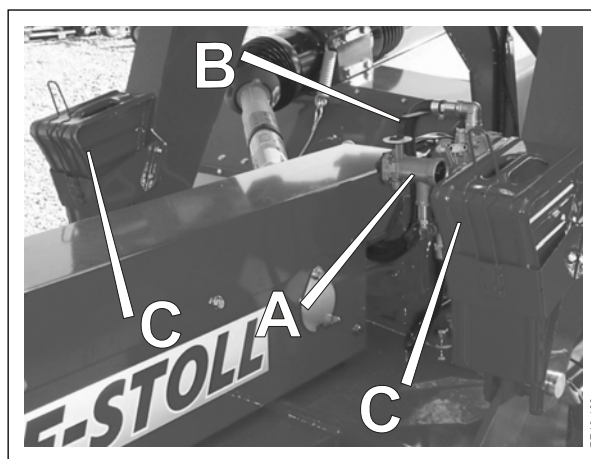

Fig 3-3
Fig. 3-3 Maskinen skall i vissa länder vara utrustad med tryckluftsbromsar för att uppfylla gällande trafiklagstiftning. Vikten på bakaxeln varierar mycket mellan arbete och transport. Därför finns det en ventil **A** för manuell inställning av bromskraften.
- Fig. 3-3**